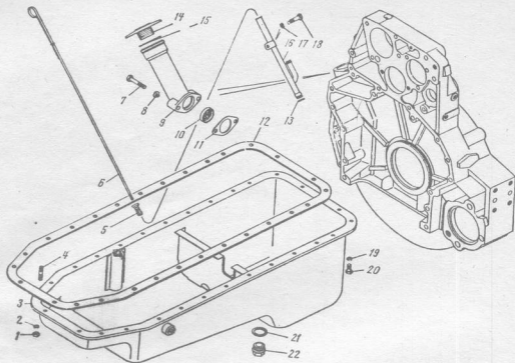

Рис. 13. Картер масляный блока цилиндров:
44. Установить направляющую трубку 16 (Рис. 13) указателя уровня масла с кольцом 13 в сборе в блок цилиндра и завернуть болт 18 крепления с пружинной шайбой 17. Величина момента затяжки болта крепления 25-40 Н. м (2,5-4,0 кгс. м). (Головка сменная 13 мм, ключ с присоединительным квадратом, рукоятка динамометрическая мод. 131 М).